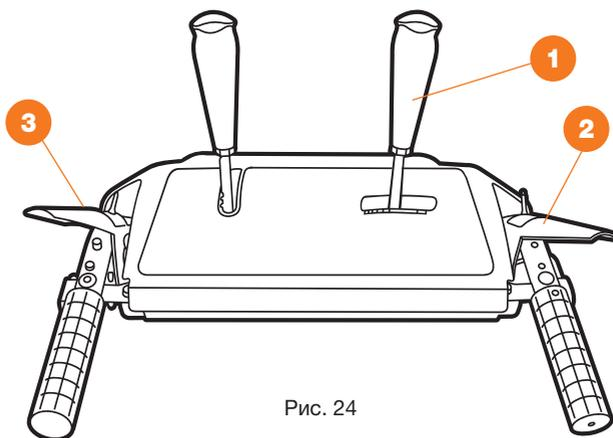

Рис. 24
- Установите требуемую рабочую скорость движения переключением передачи на панели управления. Перемещая рычаг выбора скорости **1**, установите его в одно из четырех положений **ВПЕРЕД** или в положение **НАЗАД** (Рис. 24).
- Нажмите на рычаг включения вращения шнека **2** и шнеки начнут вращаться. При отпуске рукоятки шнеки остановятся (Рис. 24).
- Нажмите на рычаг включения привода колес **3** и снегоуборщик начнет движение. При отпуске рычага снегоуборщик остановится (Рис. 24).
- При одновременном нажатии рукоятки включения вращения шнека **2** и рычага включения привода колес **3**, рычаг **3** можно отпустить, при этом движение снегоуборщика и вращение шнеков продолжится. Таким образом, не останавливая процесс уборки, вы можете свободной рукой отрегулировать направление и дальность выброса или включить фару (Рис. 24).
- Для остановки снегоуборщика отпустите рычаг включения привода хода **2** и привод колес, вращение шнека автоматически выключатся (Рис. 24).
- При отпущенном рычаге включения вращения шнека ② (в верхнем положении), трос привода должен иметь небольшое ослабление. Он не должен быть сильно натянут (Рис. 24).
- Находясь в положении оператора (за снегоборщником) включите шнек, нажав на рычаг включения вращения шнека ② (Рис. 24).
- Оставьте шнек в рабочем состоянии примерно на 10 секунд, после чего отпустите рычаг включения вращения шнека ② (Рис. 24). Повторите эту процедуру несколько раз.
- При включенном двигателе и установленном в верхнее положение рычаге включения шнеков ②, подойдите к снегоборщнику со стороны ковша (Рис. 24).